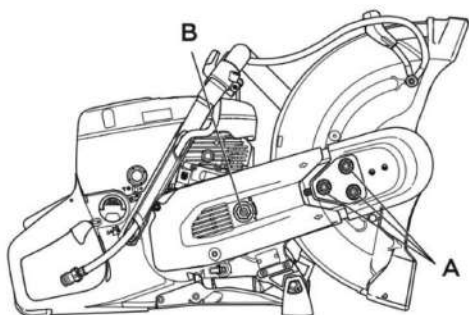

Рис. 10
•Ослабьте три гайки (А), удерживающие верхний кожух ремня (рис. 10). Поверните натяжитель ремня (В) в положение «0», чтобы ослабить натяжение.